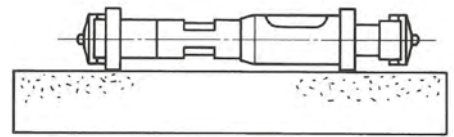

Fig. 6.
- Aligner les deux blocs supports (11) parallèles en posant l'instrument sur une surface plate (Fig. 6), resserrer l'écrou (12).